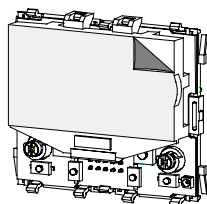

Bild 6c: Schutzfolie abziehen
- Ziehen Sie die Schutzfolie von der LCD Anzeige ab Bild 6c.